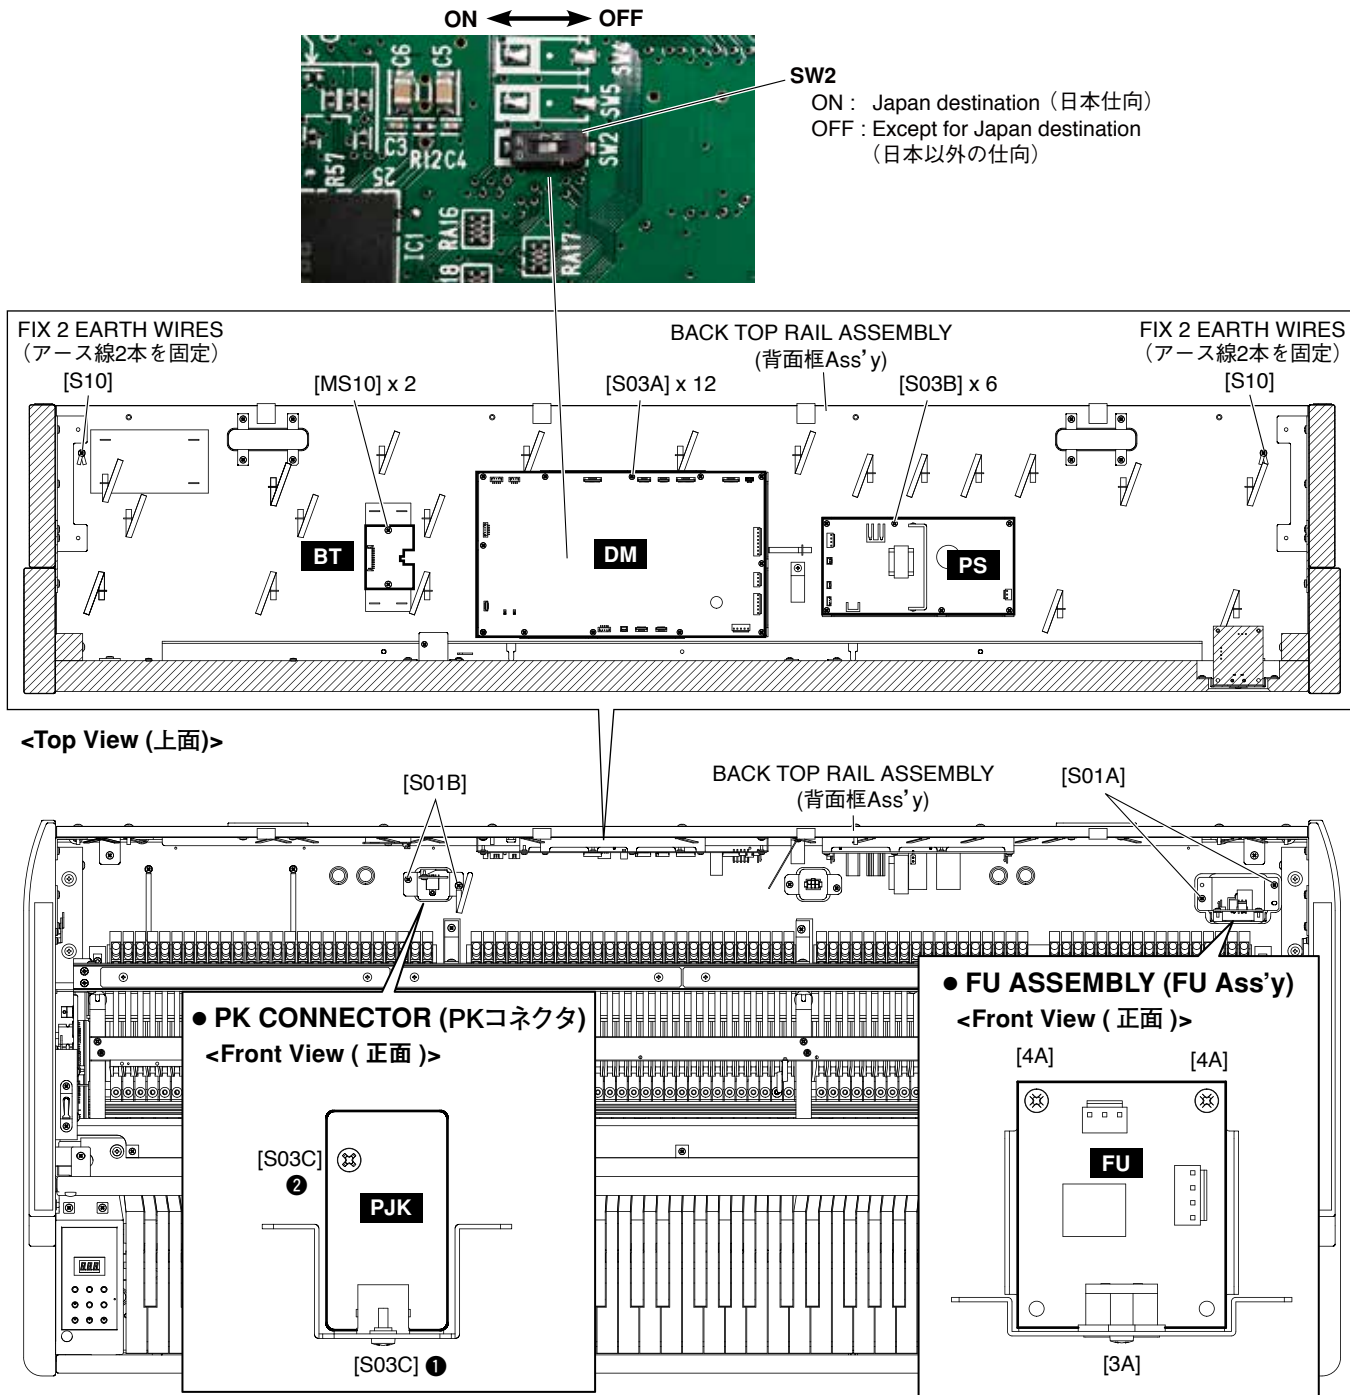

Fig. 3 (図 3)
3-2-1. Remove the twelve (12) screws marked [S03A]. The DM circuit board can then be removed. (Fig. 3)
3-2-1. [S03A] のネジ 12 本を外して、DM シートを外します。(図 3)
3-3-1. Remove the six (6) screws marked [S03B]. The PS circuit board can then be removed. (Fig. 3)
3-4-1. Remove the two (2) screws marked [MS10]. The BT circuit board can then be removed. (Fig. 3)
- 4-2. Remove the two (2) screws marked [S01A]. The FU assembly can then be removed. (Fig. 3)
- 4-3. Remove the screw marked [3A] and two (2) screws marked [4A]. The FU circuit board can then be removed. (Fig. 3)
- 5-4-1. Remove the two (2) screws marked [S01B]. The PK connector can then be removed. (Fig. 3)
- 5-6. Remove the two (2) screws marked [S03C]. The PJK circuit board can then be removed. (Fig. 3)
- * **Tighten the screws in the numerical order of ❶ and ❷ in the figure during installation of the PJK circuit board. (Fig. 3)**
3-3-1. [S03B] のネジ 6 本を外して、PS シートを外します。(図 3)
3-4-1. [MS10] のネジ 2 本を外して、BT シートを外します。(図 3)
- 4-2. [S01A] のネジ 2 本を外して、FU Ass'y を外します。(図 3)
- 4-3. [3A] のネジ 1 本と [4A] のネジ 2 本を外して、FU シートを外します。(図 3)
- 5-4-1. [S01B] のネジ 2 本を外して、PK コネクタを外します。(図 3)
- 5-6. [S03C] のネジ 2 本を外して、PJK シートを外します。(図 3)
- ※ PJK シートを取り付けるときは、図中の数字 ❶、❷ の順にネジ締めをしてください。(図 3)
- 6-2. Remove the two (2) screws marked [S10]. The four (4) earth wires can then be removed. (Fig. 3)
- 6-2. [S10] のネジ 2 本を外して、アース線 4 本を外します。(図 3)